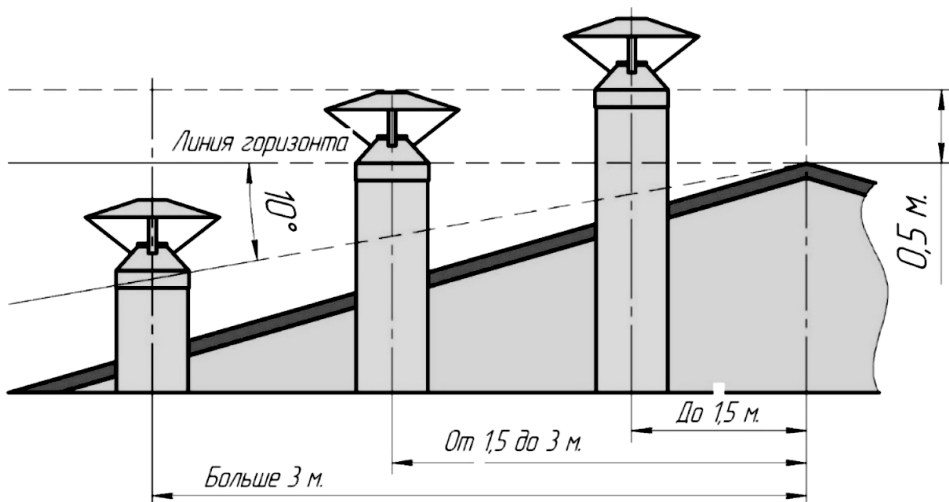

Рисунок 1: Высота дымоходной трубы
– не ниже линии, проведенной от конька под углом 10° к горизонту, при расположении дымовой трубы от конька на расстоянии более 3 м (рисунок 1).